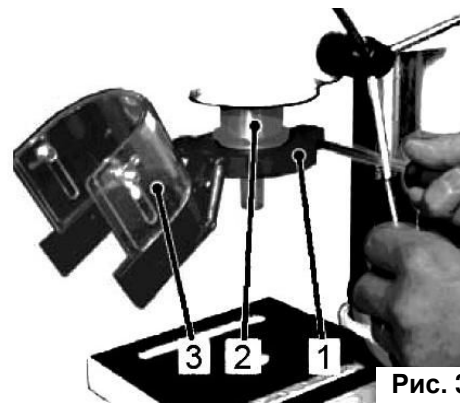

Рис. 3
- Перед установкой патрона, необходимо установить защитный экран (3) на сверлильную пиноль (2), и крепко затянуть фиксирующий винт (1) (См. Рис.3).